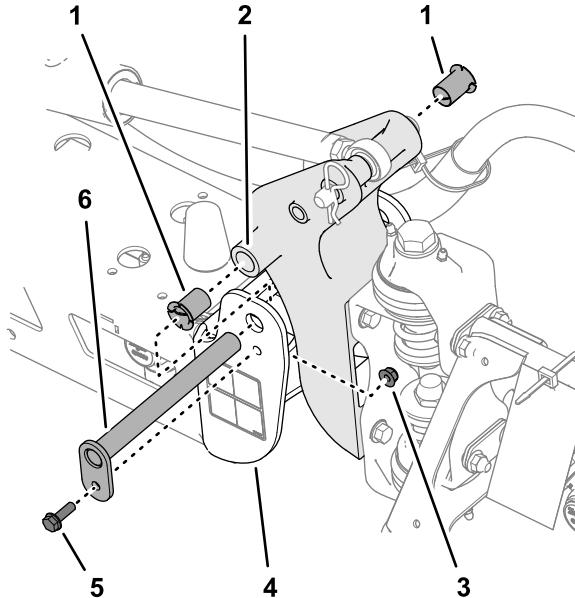

Figura 108
3. Retire o parafuso e porca que prende o pino de articulação e retire o pino (Figura 108).
5. Retire e inspecione os casquilhos de nylon dos lados dianteiro e traseiro do suporte da articulação (Figura 108).
6. Lubrifique os casquilhos de nylon com uma leve camada de óleo, e instale-os no suporte da articulação (Figura 108).
7. Alinhe dos furos no suporte da articulação com os furos do canal final (Figura 108).